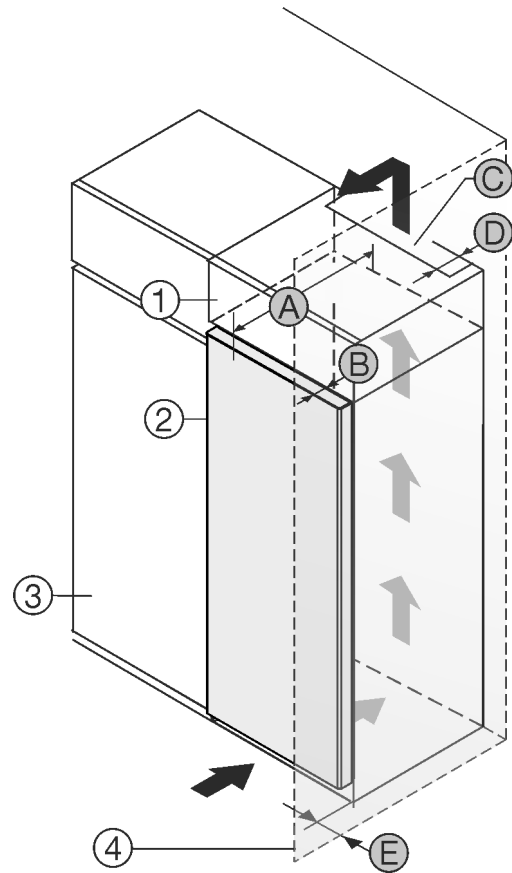

Fig. 1
Állítsa a készüléket közvetlenül a konyhaszekrény Fig. 1 (3) mellé.
A rátétszekrény hátoldalán egy megadott mélységű Fig. 1 (D) szellőzőaknákat kell kialakítani a rátétszekrény teljes szélességében.
A mennyezet alatt be kell tartani a szellőző keresztmetszetet Fig. 1 (C).
Ha a készüléket a zsanérjaival a fal Fig. 1 (4) mellé állítja fel, akkor legalább 13 mm távolságot kell tartani a faltól.
Ha a készüléket a zsanérjaival a fal Fig. 1 (4) mellé állítja fel, akkor legalább 20 mm távolságot kell tartani a faltól.
Ahhoz, hogy az ajtókat teljesen ki lehessen nyitni, a készüléknek az ajtó mélységének Fig. 1 (B) megfelelő mértékben túl kell lógnia a konyhaszekrény frontján. A konyhaszekrények Fig. 1 (3) mélységétől és a fali távtartók használatától függően a készülék nagyobb mértékben is túllóghat előre felé.